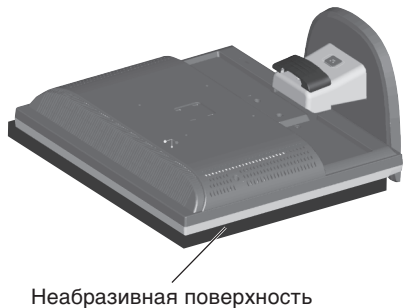

Рисунок R.1
2. Положите монитор экраном вниз на неабразивную поверхность (Рисунок R.1).
1. Положите монитор экраном вниз на неабразивную поверхность (Рисунок R.1).